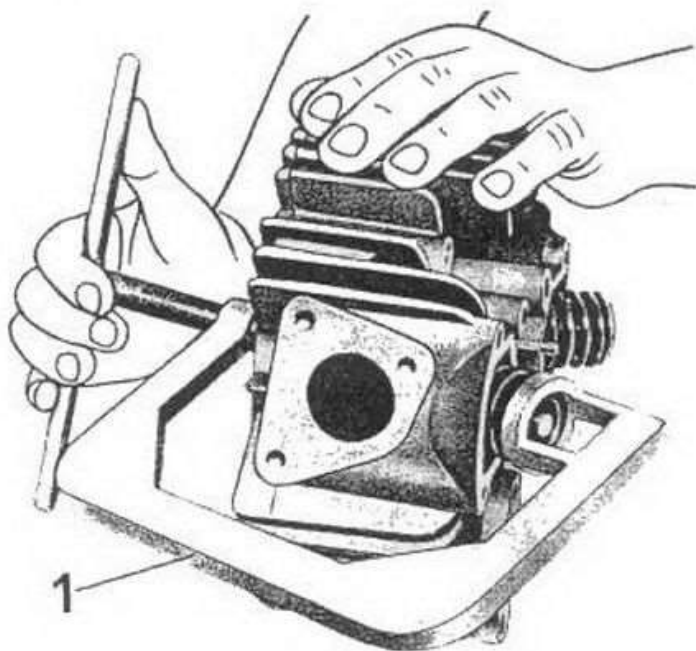

Fig. 22
Con apposito attrezzo n° 16907200 (1 di fig. 22) applicato sul fungo di una valvola e sul piattello superiore, avvitare le vite dell'attrezzo di quel tanto da comprimere le molle (quando l'attrezzo è in tiro sarà bene dare in testa a tale attrezzo un colpo di mazzuola, questo serve a scollare il piattello dai semiconi) e poter levare i due semiconi. Levati i semiconi svitare l'attrezzo e sfilare:
- infine i due semiconi adoperando l'apposito attrezzo n° 10907200 (1 di fig. 22) applicato al fungo della valvola e sul piattello superiore; avvitare la vite dell'attrezzo fino a che si possono montare i due semiconi, indi svitare l'attrezzo.